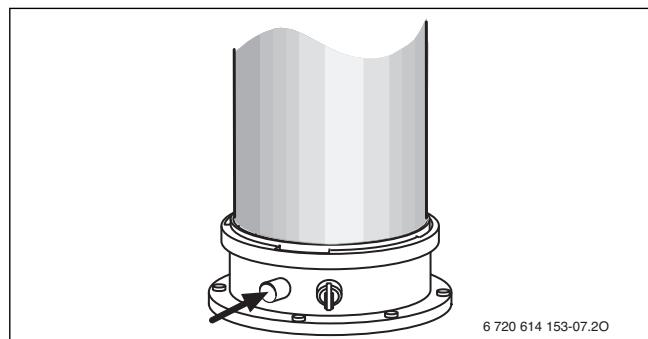

Fig. 35 Orificiu de măsurare a gazelor arse
- Deschideți surubul micrometric pentru presiunea diferențială a vanei de gaz (→ Fig. 35).